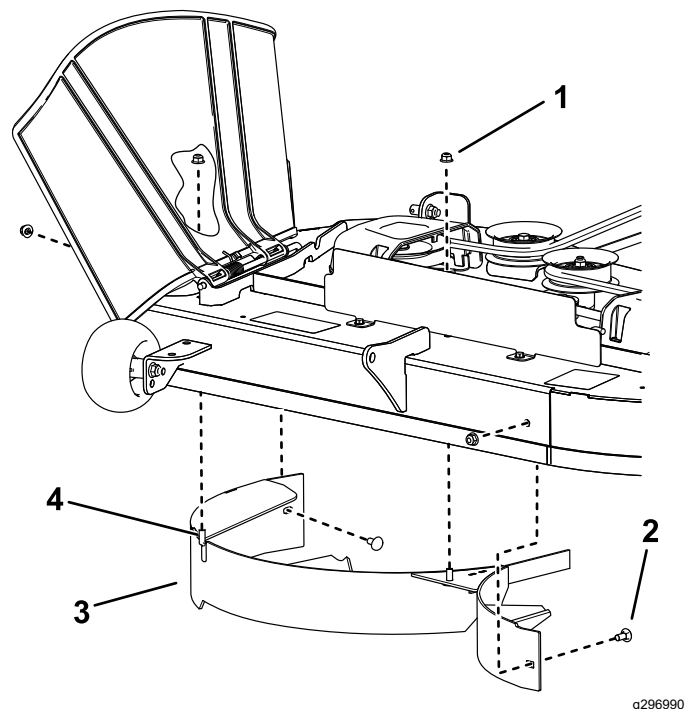

Bild 12
4. Entfernen Sie die beiden Sicherungsmuttern (5/16") von den geschweißten Pfosten des Ablenkblechs (Bild 12).
5. Entfernen Sie die beiden Schlossschrauben und Sicherungsmuttern, die das Ablenkblech am Mähwerk befestigen, und entfernen Sie das Ablenkblech (Bild 12).
6. Suchen Sie die zwei Schrauben in den losen Teilen und setzen Sie diese Befestigungen mit den vorhandenen Sicherungsmuttern in die Löcher für die geschweißten Pfosten ein (Bild 12), um das Herausschleudern von Rückständen zu vermeiden.